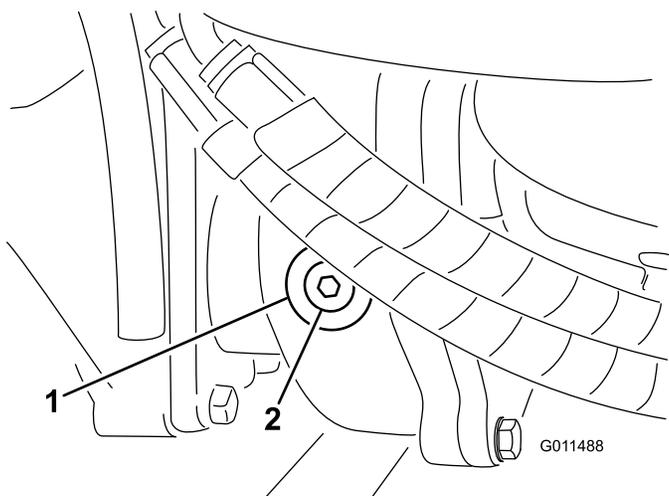

Рисунок 108
2. Снимите пробку контрольного (заливного) отверстия с левой стороны редуктора и убедитесь, что масло доходит до нижнего края отверстия (**Рисунок 108**).